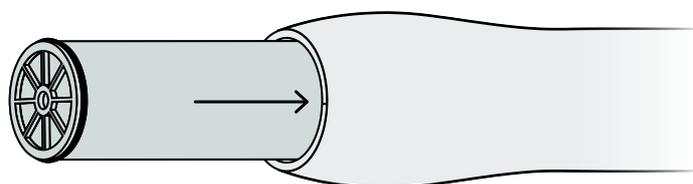

Figura 2: Inserción del primer elemento de OI.
2. Inserte suavemente el primer elemento en dos tercios de su longitud dentro del tubo de presión (**Figura 2**). Lubrique el sello de salmuera a fondo usando lubricantes a base de glicerina o silicona. Asegúrese de que el sello de salmuera se asiente correctamente en la ranura del sello en el dispositivo anti-telescópico.